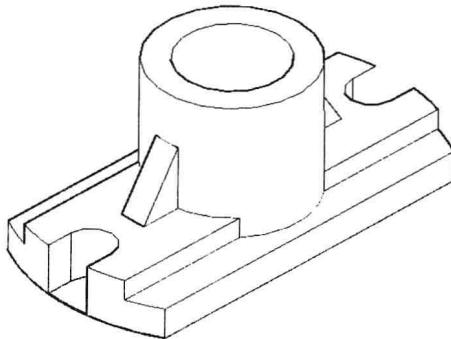

图 11-2-11
(13) 在“修改”面板中，单击“移动”按钮 $\downarrow\downarrow$ ，捕捉并单击楔体上的端点，输入“@0, 0, 20”，按Enter键，向上移动楔体位置20个单位。
(14) 单击“修改”面板名称，展开隐藏面板，单击“镜像”按钮 $\triangle\triangle$ ，单击楔体，按Enter键，捕捉并单击图形的两个中点，按Enter键，创建镜像复制品，如图11-2-11所示。